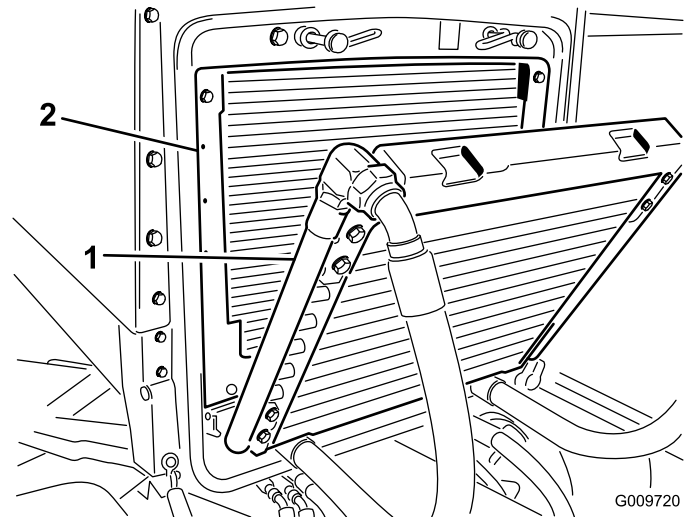

Figura 76
3. Girate indietro il radiatore dell'olio. Pulite accuratamente entrambi i lati dell'area del refrigeratore dell'olio e del radiatore utilizzando aria compressa (Figura 76). Iniziate dal lato anteriore ed eliminate i detriti spingendoli verso la parte posteriore. Successivamente eseguite la pulizia partendo dalla parte posteriore e soffiando l'aria verso la parte anteriore. Ripetete la procedura più volte fino a rimuovere completamente sporcizia e detriti.